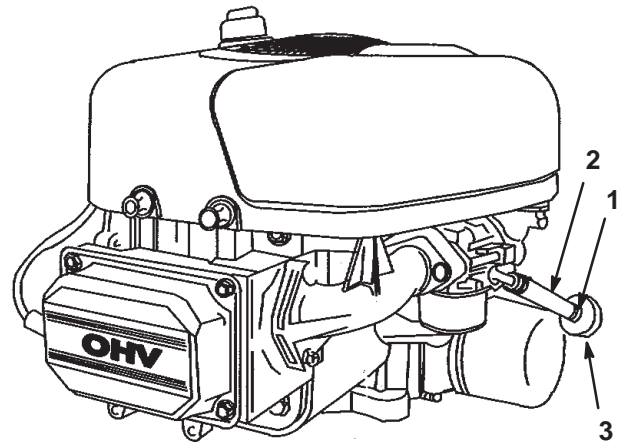

Bild 26
8. Drücken Sie die Enden der Schlauchklemme zusammen und schieben sie an der Kraftstoffleitung nach oben zum Kraftstofftank (Bild 26).
9. Ziehen Sie die Kraftstoffleitung vom Kraftstofffilter (Bild 26) herunter. Lassen Sie das Benzin in einen Benzinkanister oder eine Auffangschale ablaufen.
Tauschen Sie den Kraftstofffilter alle 100 Betriebsstunden oder mindestens einmal pro Jahr aus. Tauschen Sie den Kraftstofffilter am besten aus, wenn der Tank leer ist (Bild 26). Bauen Sie nie einen verschmutzten Filter wieder ein, wenn Sie diesen aus der Kraftstoffleitung entfernt haben.
7. Drücken Sie die Enden der Schlauchklemmen zusammen und schieben diese weg vom Kraftstofffilter (Bild 26).